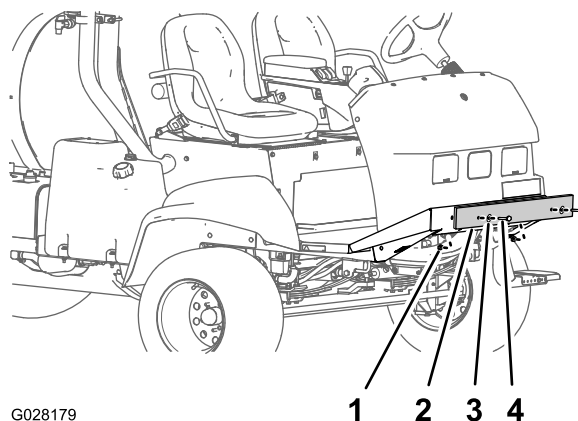

Figure 4
1. Enlevez les boulons, les rondelles et les écrous qui fixent l'amortisseur d'expédition à la plaque de châssis avant (Figure 4).
2. Déposez l'amortisseur d'expédition de la machine (Figure 4).